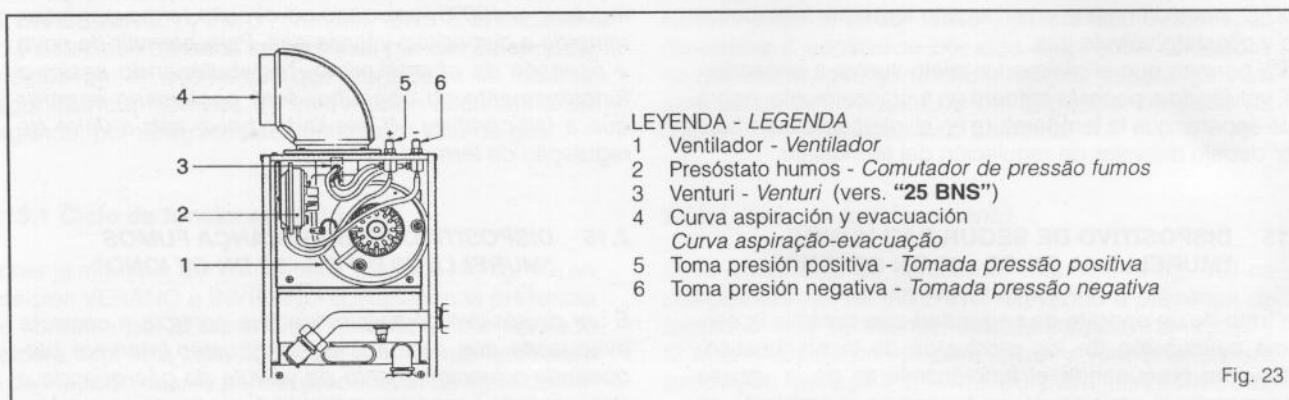

Fig. 23
El presóstato humos se encuentra en el interior de la cámara estanca (fig. 23). Para acceder es necesario quitar las cuatro bisagras y el tornillo de bloqueo de la pared anterior. Impuridades y la posible formación de condensaciones, más probables en los períodos fríos de la temporada, podrían impedir el funcionamiento del presóstato y el encendido de la caldera. El presóstato se regula en fábrica a valores óptimos de 4 - 6 mm H₂O en las versiones "20 BNS", y 8,5 - 10 mm H₂O en la versión "25 BNS", que puede garantizar el funcionamiento de la caldera también con tuberías de aspiración y evacuación en el límite máximo de longitud permitida. Aconsejamos no desarreglar los sellos de los tornillos de regulación si no se puede controlar los valores de calibrado a través de un instrumento apropiado; éste deberá ser conectado con las tomas de presión (5) y (6), puestas en el exterior arriba en la cámara estanca.
O comutador de pressão de fumos está colocado no interior da câmara estanque (fig. 23). Pode-se aceder desaganchando as quatro dobradiças e extraíndo o parafuso de bloqueio da parede frontal. Impurezas e formações de condensação, normalmente nos períodos mais frios, poderiam causar avarias ao comutador de pressão e interrupções ao aparelho. O comutador de pressão é calibrado de fábrica com valores de 4 - 6 mm H₂O para a mod. "20 BNS" e 8,5 - 10 mm H₂O para a mod. "25 BNS"; capaz de garantir o funcionamento do aparelho mesmo com tubos de aspiração e evacuação ao limite máximo do comprimento admitido. Desaconselha-se de mexer nos selos dos parafusos de regulação se não se consegue controlar os valores de regulação através dum instrumento adequado; instrumento que deve ser ligado às tomadas de pressão (5) e (6) colocadas na parte exterior superior da câmara estanque.